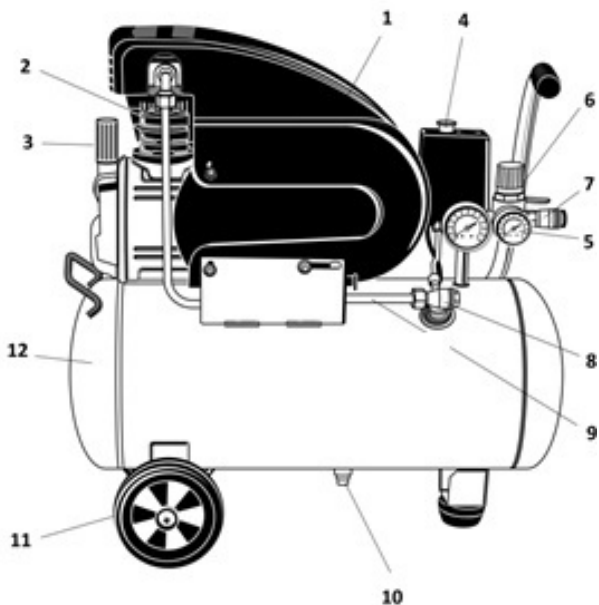

Рис.1
ОПИСАНИЕ ОБОРУДОВАНИЯ (Рис.1)
- Установите колеса (11, Рис. 1) на ресивер (12, Рис. 1).
- Извлеките заводскую транспортировочную пробку маслониливной горловины (3, рис.1).
- Залейте масло в картер и завинтите в маслониливную горловину сапун (3, рис.1). Заправочный объем картера указан в таблице 1.